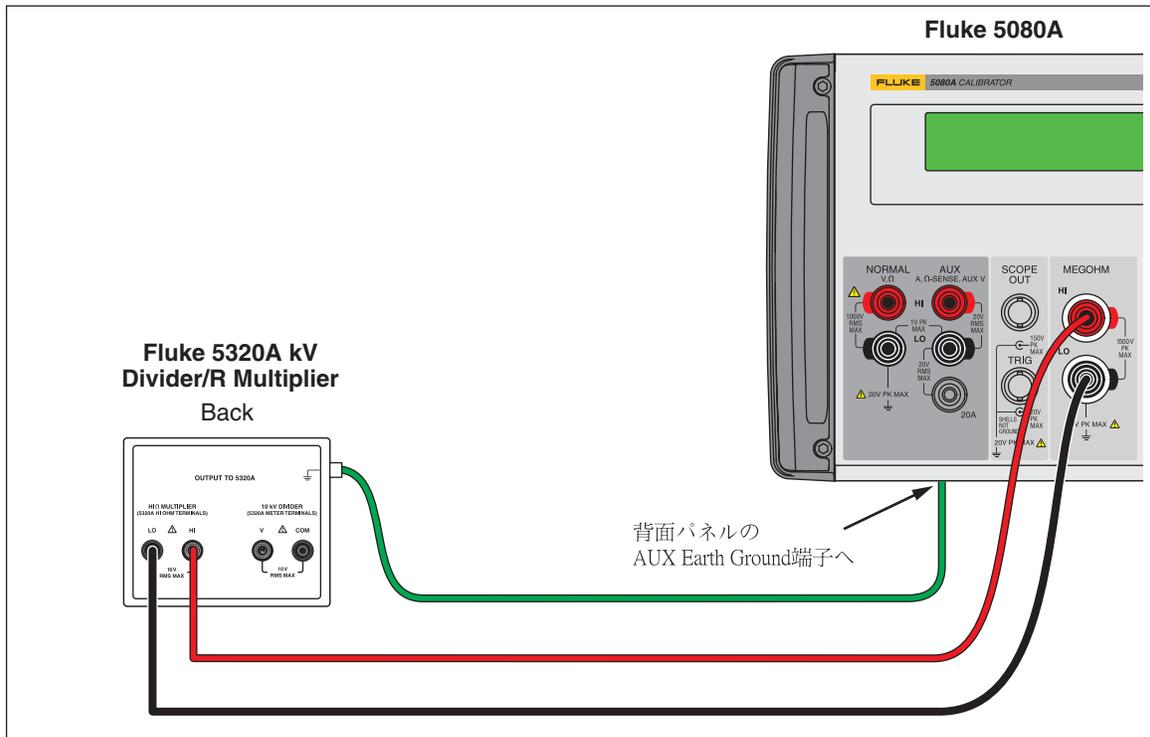

図 2. マルチプライヤーと校正器の接続
3. 図 2 に示すようにマルチプレイヤーを校正器に接続します。